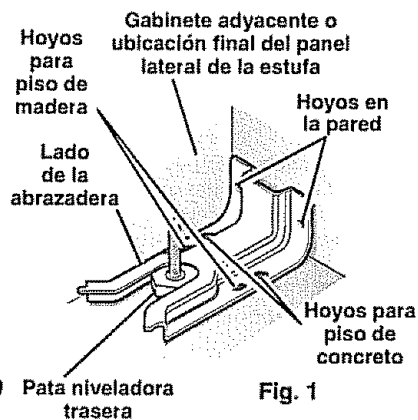

Fig. 1
- B. Use la abrazadera como un molde y marque las posiciones de 2 hoyos sobre la pared y las posiciones de 2 hoyos sobre el piso. Use los juegos de posiciones para madera o concreto dependiendo del tipo de piso. Vea la Fig. 1.
- A. Complete la instalación de la estufa de acuerdo a las instrucciones de instalación que se proveen con ella. Cerciórese de instalar la estufa de forma tal que las patas niveladoras en su parte posterior se deslicen por debajo de la abrazadera **CONTRA VOLCADURAS**. Vea la Fig. 1
- B. Revise para asegurarse que la abrazadera **CONTRA VOLCADURAS** esté instalada y enganchada correctamente. Saque el panel de abajo o el cajón e inspeccione la **PATA NIVELADORA TRASERA**. Asegúrese que esté firmemente bien colocada dentro de la ranura de la abrazadera. Vea la Fig. 1